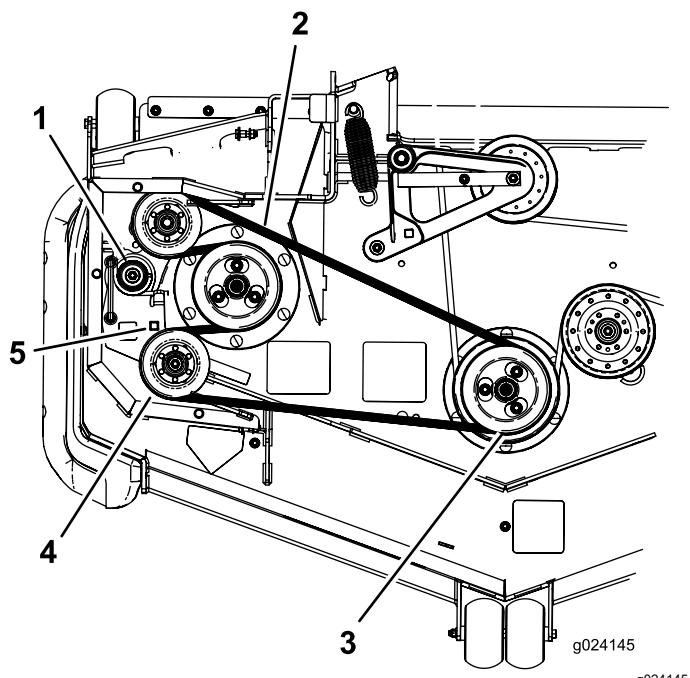

Figura 100
7. Utilice una llave de carraca en el taladro cuadrado del brazo tensor para aliviar la tensión del muelle tensor (Figura 100).
8. Retire la correa de la polea de la carcasa de corte (Figura 100).
9. Retire la correa de las poleas restantes (Figura 100).
11. Utilizando la llave de carraca en el taladro cuadrado, alivie la tensión del muelle y coloque la correa nueva alrededor de la polea tensora (Figura 100).